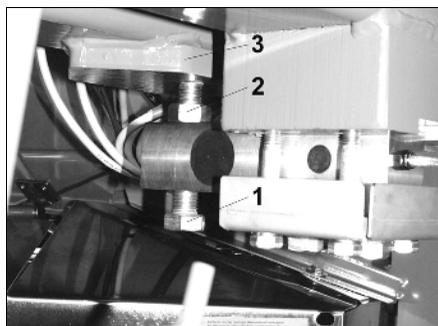

Fig. 55
El tornillo de medición (Fig. 55/1) se encuentra centralmente debajo del bastidor del esparcidor en la celda de pesaje.
- Aflojar la contratuerca (Fig. 55/2)
- Reajustar el tornillo de medición (Fig. 55/1)
- Apretar la contratuerca (Fig. 55/2)